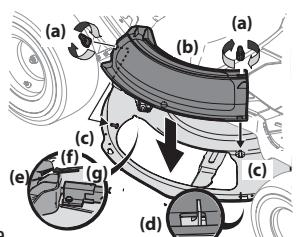

Figura 9
1. Extraiga las perillas de aleta (a) que instaló en la plataforma de corte y consérvelas para colocarlas posteriormente. Consulte la Figura 9.
Los pernos prisioneros (c) de la superficie de la plataforma calzarán a través de los orificios de la parte superior del adaptador para abono (b). La pequeña lengüeta (d) del borde de la plataforma calzará a través del recorte cuadrado de la parte inferior del adaptador para abono (b). Consulte la Figura 9.